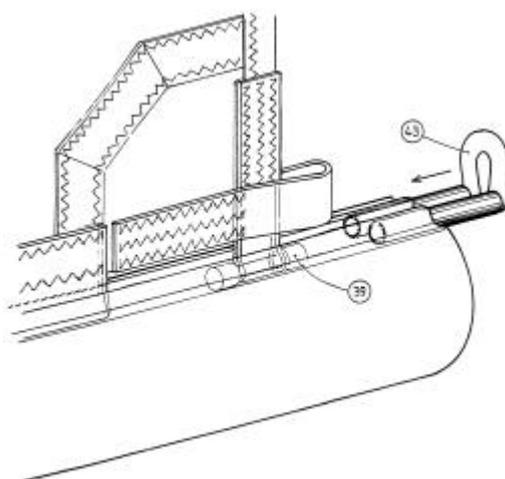

Fig 17
IV 6 - Passer le coulisseau de point d'écoute (39) dans la sangle de point d'écoute (voir Fig.17), et insérer simultanément cette sangle et le coulisseau de point d'écoute (39) dans la gorge bâbord.
IV 8 - Enfiler les 2 « doigts » de l'anneau d'étarquage de bordure (43) à l'extrémité l'arrière des gorges de ralingue. Voir Fig. 17.
IV 12 - Dévisser à la main de quelques tours le bouton tribord (32) du guide-ralingue (21) pour écarter les galets (36). Fig. 17.